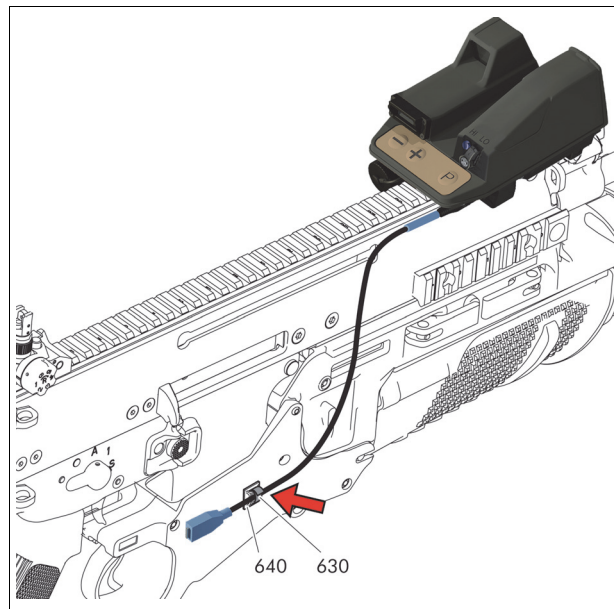

Fig. 3.g - Fijación del cable de control para fusil, usuarios diestros
- Fije el cable de control al sujetacables con respaldo adhesivo (640) mediante una pieza de velcro (630) (vea Fig. 3.g).